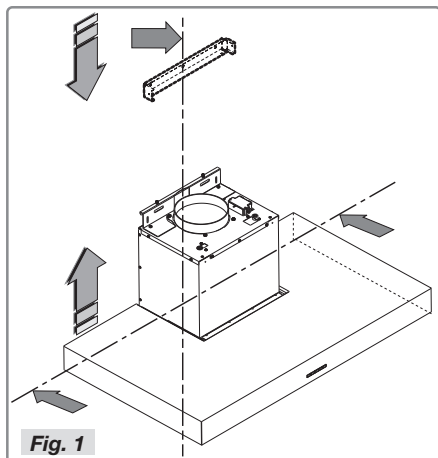
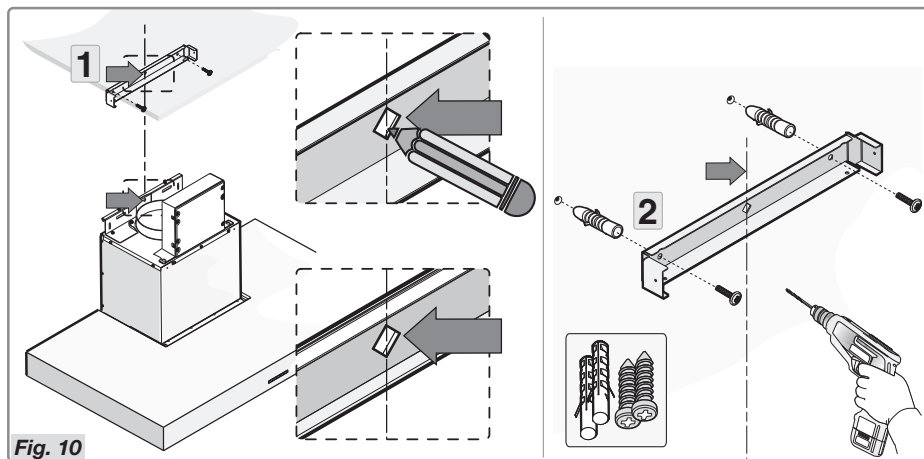

Fig. 1
Fig. 10
- Posisjoner braketten med henvisning til størrelsene i Fig. 1 og fest den med de medfølgende skruene og pluggene (Fig. 10).